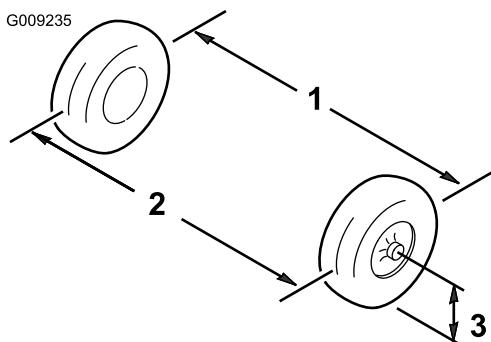

Figura 52
- Meça a distância entre os pneus dianteiros à altura do eixo na zona dianteira e traseira dos pneus dianteiros (Figura 52).